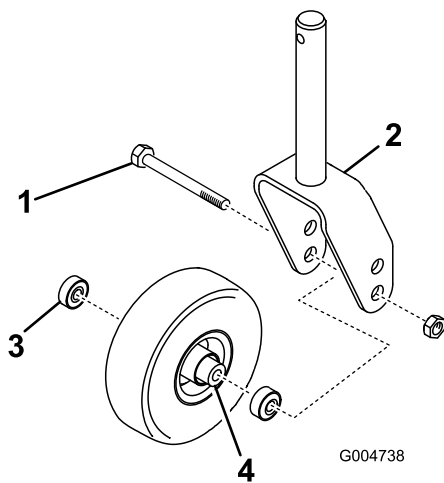
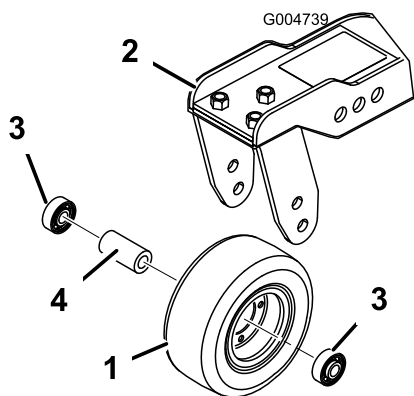

Рисунок 111
Рисунок 112
- Выверните контргайку с болта, удерживающего узел поворотного колеса между вилкой (Рисунок 111) или рычагом (Рисунок 112) поворотного колеса.
2. Извлеките подшипник из ступицы колеса и дайте выпасть распорной втулке подшипника (Рисунок 111 и Рисунок 112).